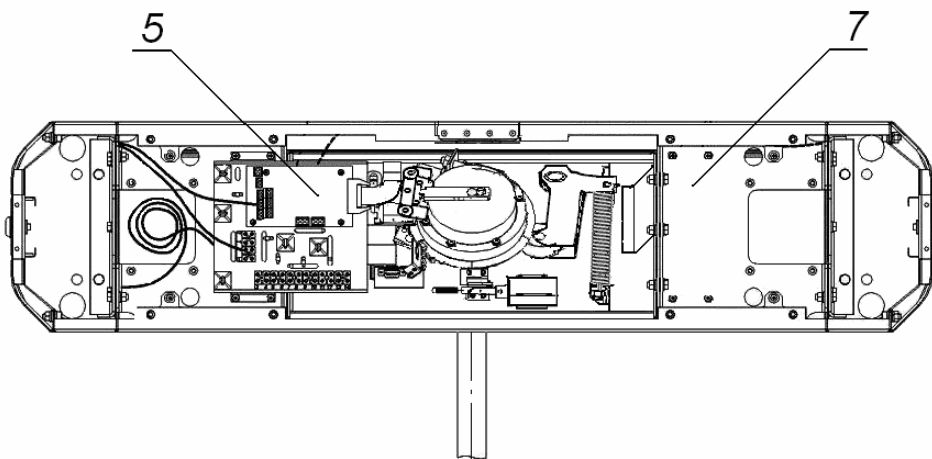

Рисунок 8 Схема прокладки кабелей в стойке турникета
2. Подготовьте в полу отверстия под гильзы анкеров для крепления стойки турникета (см. рис. 9). При необходимости прокладки кабелей под поверхностью пола подготовьте в полу кабельный канал, подходящий к зоне ввода этих кабелей в стойку турникета. Установку и крепление стойки производите после прокладки всех кабелей в кабельном канале и внутри стойки. Прокладка кабелей внутри стойки показана на рис. 8.
6. Снимите крышку турникета (3), отвернув ключом винт установочный (19) (см. разд. 6).